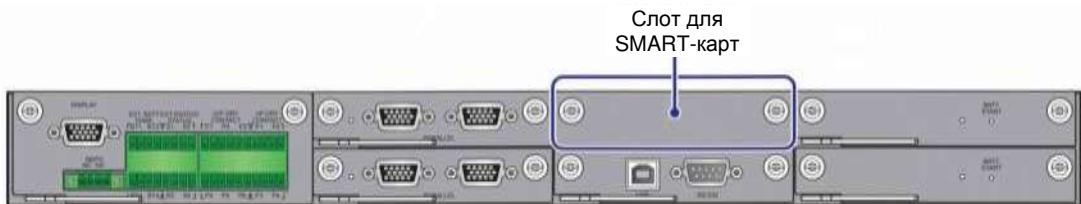

Рисунок 4-13: Расположение слота для SMART-карт
1. В слот можно вставить релейную карту ввода/вывода (опция) для расширения функций сухих контактов, см. **Рисунок 4-13**. Для соответствующей информации по инсталляции и применению, обратитесь в службу технической поддержки Delta.